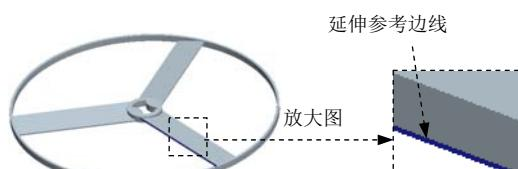

图 5.10 延伸参考边线
- (1) 选取图 5.10 所示的复制曲面的边线（用列表法进行选取）。
- (2) 单击**分型面**功能选项卡**编辑**▼区域中的延伸按钮，此时系统弹出“延伸”操控板。
- (3) 定义延伸距离。在操控板中按下延伸按钮。在延伸距离文本框中输入数值 4.0。
- (4) 在“延伸”操控板中单击✓按钮。完成延伸曲面的创建。